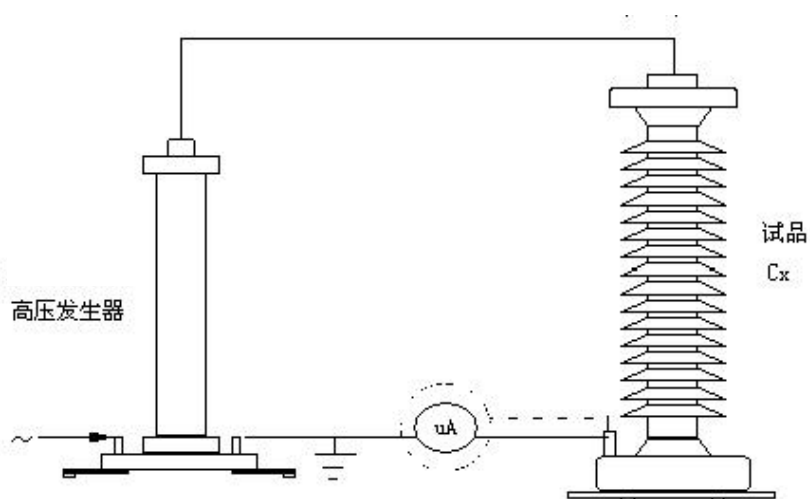

图 8a 微安表接入试品末端接线图
(3) 对氧化锌避雷器、磁吹避雷器等试品接地端可分开的情况下,也可采用在试品的底部(地电位侧)串入电流表进行测量的方式,但也必须使用屏蔽线(见图 8a)。